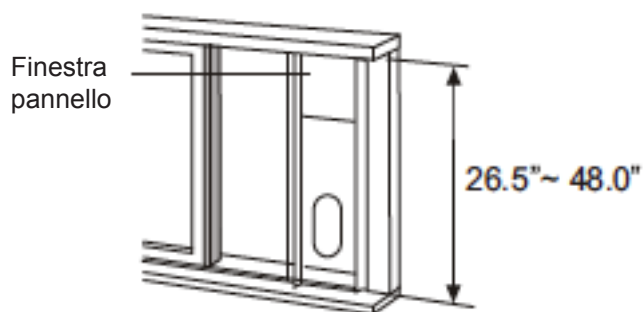

Fig. 13
2. Collegare il kit per finestra scorrevole al davanzale della finestra. Regolare la lunghezza del kit per finestra scorrevole a seconda della larghezza della finestra, accorciare il kit regolabile se la larghezza della finestra è inferiore a 26,5 pollici. Aprire la finestra a doppi vetri e situare il kit per finestra scorrevole al davanzale. Fig. 13